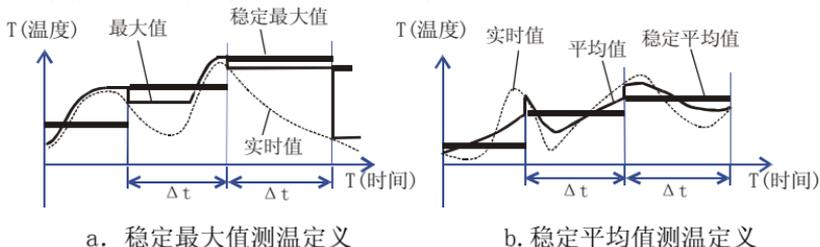

图 15
3.3.4 最大值平均值的显示 出厂时参数 dP 选为 0F, 最大值平均值按上述定义显示, 即显示如图 15 中的实线所示。
值)。其含义如图 15 粗线所示。与 ΔP 选为 0F 时的最大值平均值不同的是，稳定最大值和稳定平均值在时间间隔 Δt 内显示总是保持稳定的。